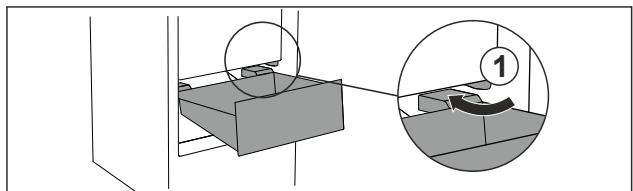

Fig. 69
- ▶ Guider le tiroir en biais en contournant les butées Fig. 69 (1).